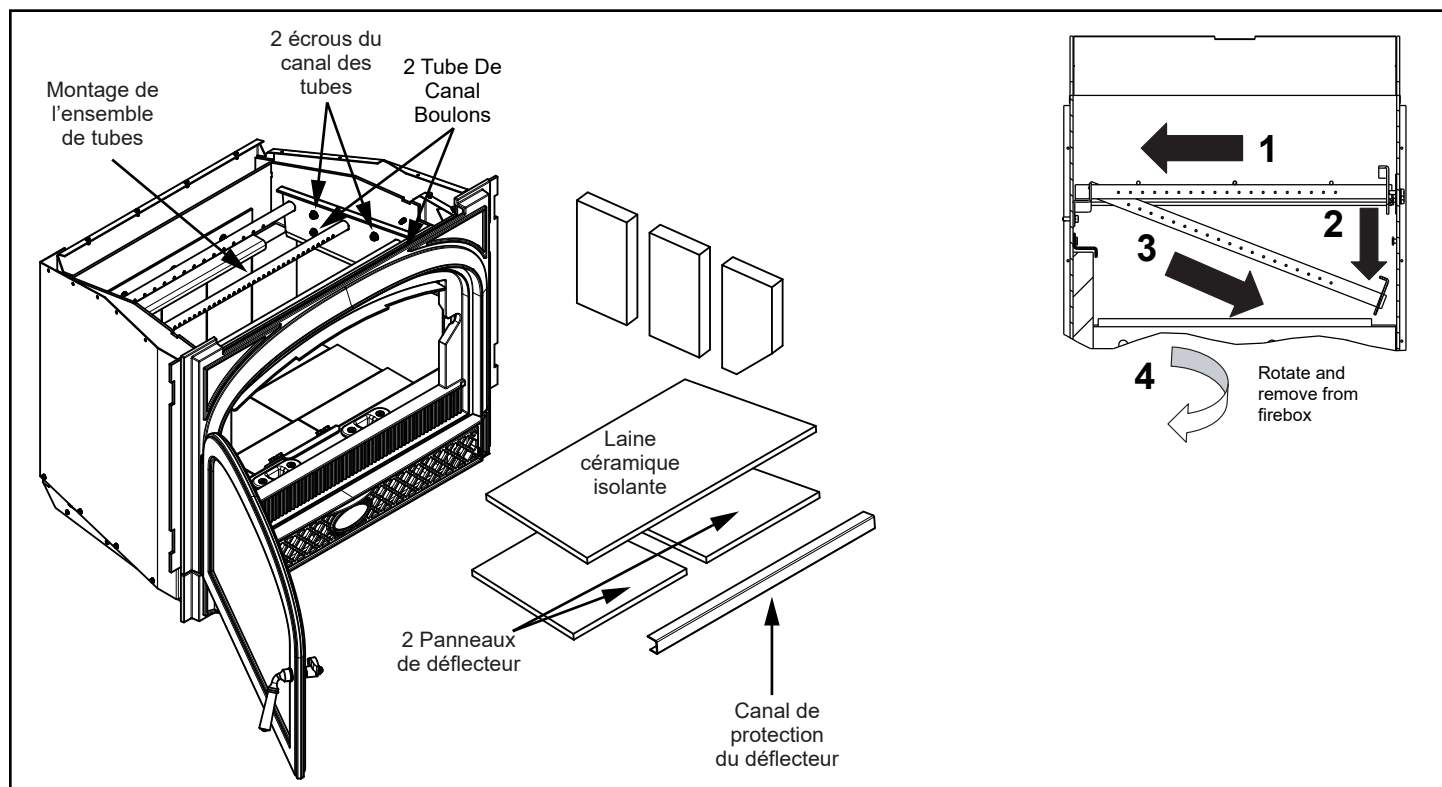

Figure 24.1
4. Glissez l'assemblage du canal de tube vers la gauche, jusqu'à ce qu'il soit à l'extérieur des fils. Laissez tomber le côté droit, puis glissez l'assemblage vers la droite (**Figure 24.1**).